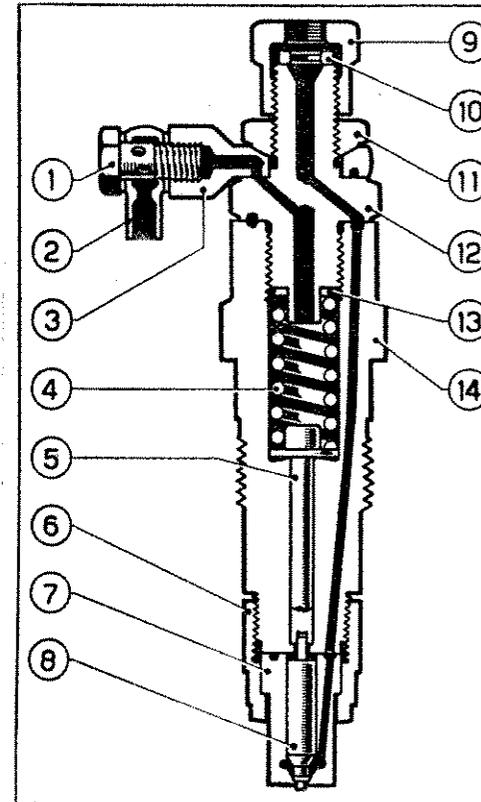

Fig. 5 - SEZIONE DEL PORTA-POLVERIZZATORE
b) Polverizzatore e portapolverizzatore - Il polverizzatore, del tipo BOSCH, è fissato mediante una ghiera al portapolverizzatore. Gli elementi che li compongono si possono rilevare dalla Fig. 5.